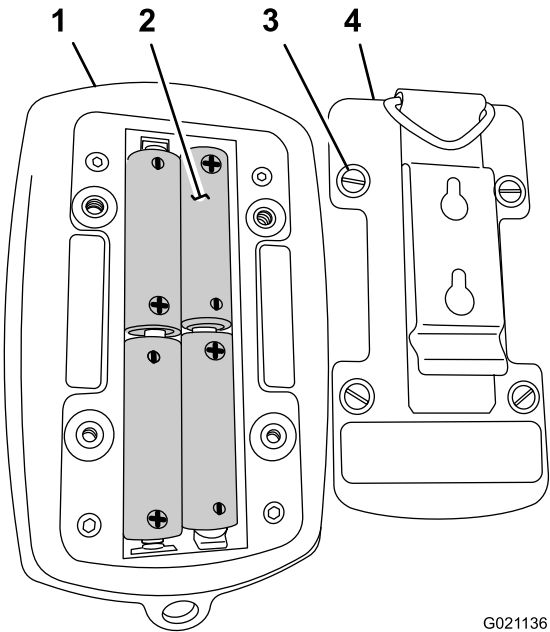

Figura 72
1. Afloje los 4 tornillos que sujetan la tapa de las baterías a la carcasa del transmisor de radiocontrol y retire la tapa (Figura 72).
3. Inserte las baterías de repuesto (Figura 72).
4. Instale la tapa de la batería en el transmisor y sujétela con los 4 tornillos (Figura 72) que aflojó en el paso 1.